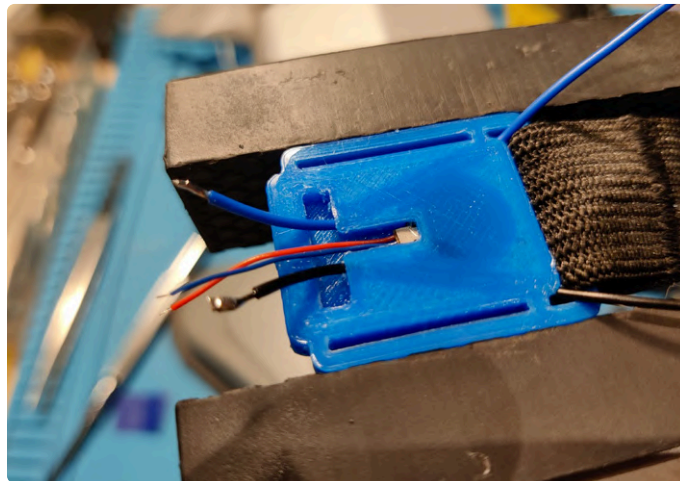

Figure 5. L'intérieur d'un doigtier.
- Les fils du moteur sont désormais complètement protégés, cheminant à travers des canaux prévus à l'intérieur du doigtier (figure 5), se connectant aux fils d'extension en silicone plus grands. À l'intérieur du doigtier se trouve un espace où ces fils sont soudés ensemble. Cette cavité est ensuite remplie de colle. Cette approche garantit que les moteurs et leurs fils fragiles sont
- Pour adapter le doigtier à la taille du doigt du porteur, nous avons utilisé du ruban Velcro enroulé autour de poignées spécialement conçues sur le doigtier (également visibles sur la figure 5), assurant une bonne tenue pour les différentes parties des gants.